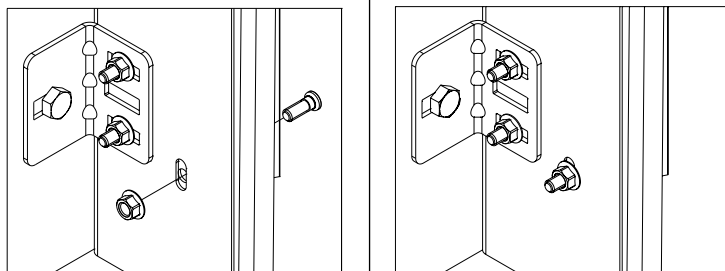

Fig. 11.
- 6) Placer bolte som vist på fig. 11 og stram møtrikken med værktøj.